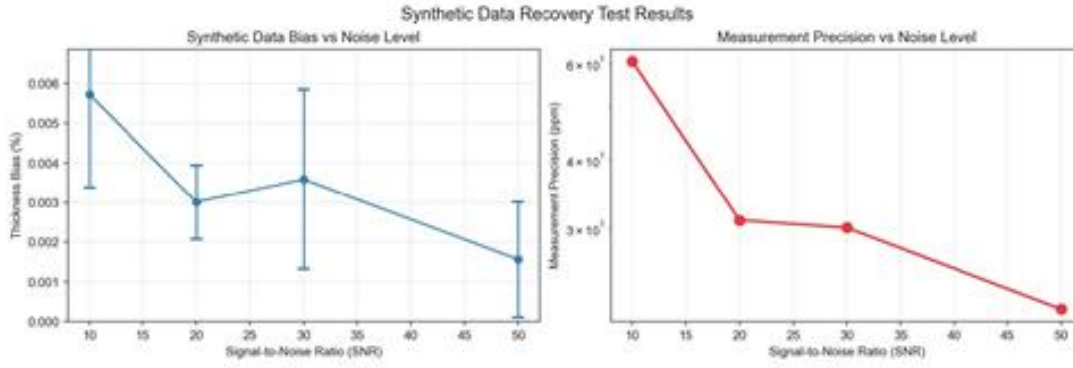

图 22 合成数据回归检验结果
7. 合成数据回归检验 在不同信噪比条件下利用合成数据进行回归验证，图 22 结果显示随着 SNR 的提高，厚度估计偏差迅速收敛，在 $\text{SNR} \geq 20$ 时偏差保持在 0.3% 以下， $\text{SNR} = 50$ 时小于 0.2%；同时，测量精度提升显著，从约 60 ppm 降低至 10 ppm 左右。这表明模型不仅能在理想条件下准确回收真值，也能在中高信噪比实验条件下保持高稳定性。